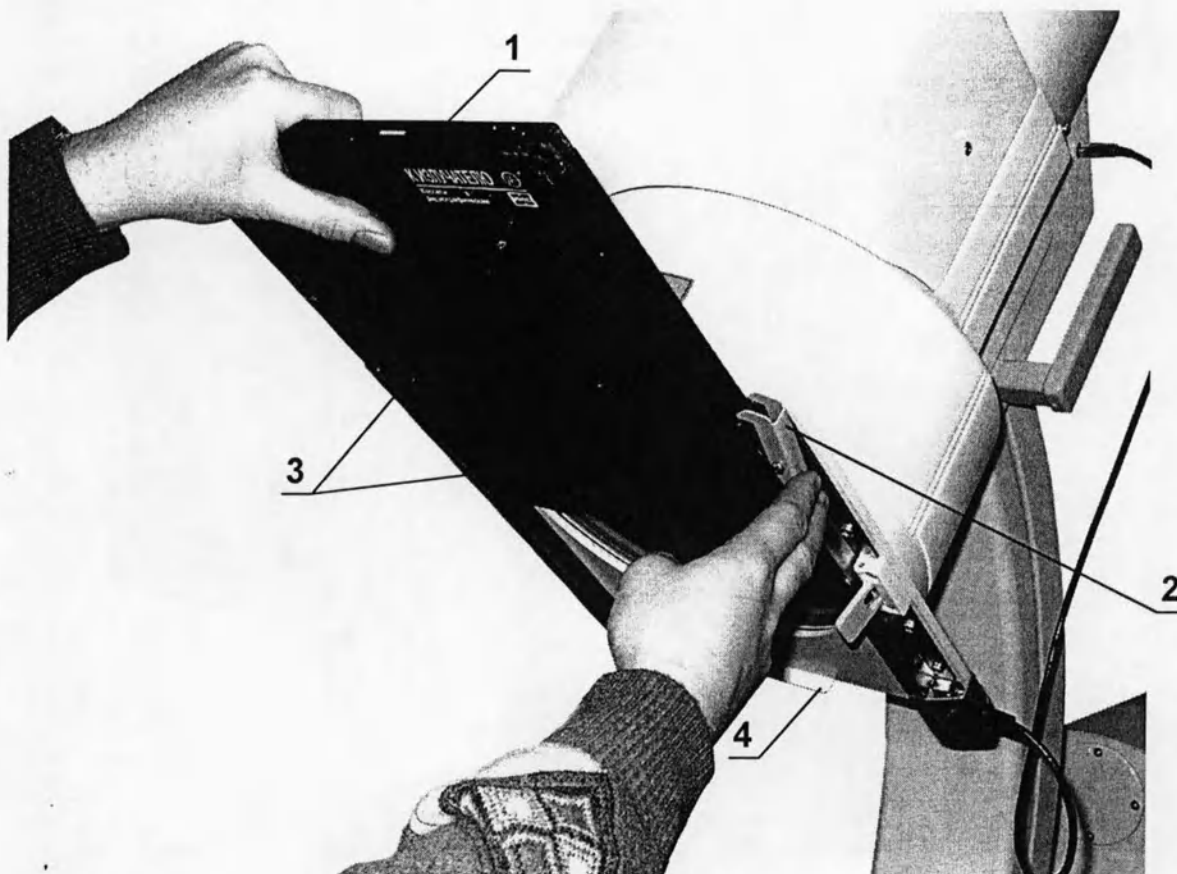

Рис. 2.23. Установка кассеты в кассетодержатель.
- Возьмитесь за кассету (рис.2.23, поз.1) и, нажав на фиксатор (рис.2.23, поз.2), вставьте её в направляющие (рис.2.23, поз.3).
- Толкайте кассету по направляющим до упора (рис.2.23, поз.4).
- Отпустите фиксатор (рис.2.23, поз.2).